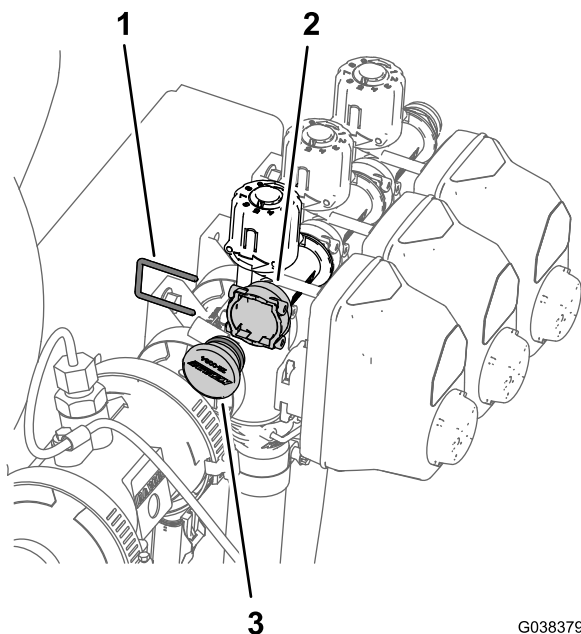

Figura 83
1. Rimuovete il fermo che fissa il tappo al raccordo di collegamento rapido con presa del collettore di bypass (Figura 83).
- 2. Rimuovete il tappo dal raccordo di collegamento rapido con presa (Figura 83).